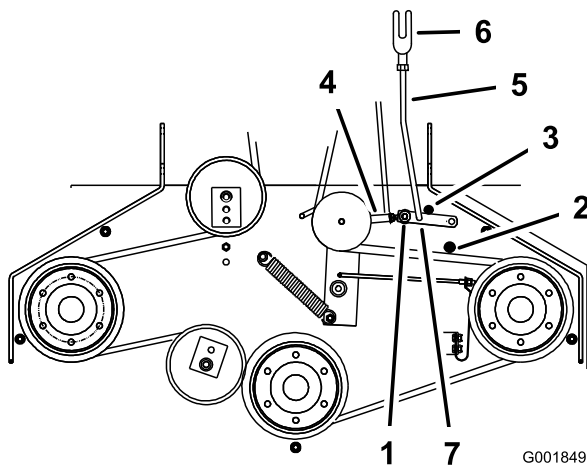

Figura 42
5. Asegúrese de que el brazo está en contacto con el tope trasero del brazo de la carcasa (Figura 42).
7. El brazo debe entrar en contacto con el tope delantero del brazo de la carcasa. Si no lo hace, la palanca acodada debe acercarse más al refuerzo (Figura 42).
8. Para ajustar el acoplamiento del brazo, retire el pasador de horquilla del brazo (Figura 42).
11. Instale el acoplamiento en el brazo y sujételo con el pasador de horquilla (Figura 42).